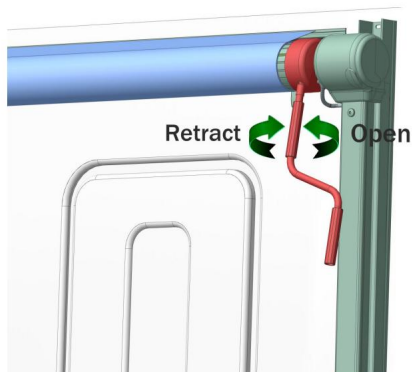

Figure D24
6.1 Le pare-soleil B2E prend en charge la mise hors tension manuelle. En cas de panne de courant ou de dysfonctionnement, la manivelle manuelle peut être insérée dans le trou manuel situé sur le couvercle latéral du moteur à défilement et la manivelle peut être tournée pour rétracter ou libérer le pare-soleil. (Figure D24)